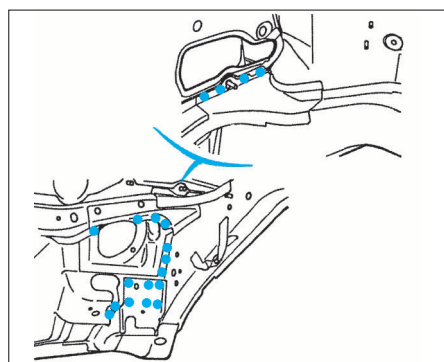

FIG. 38
- Souder par points bouchons à l'arc sous gaz protecteur (Fig.38).